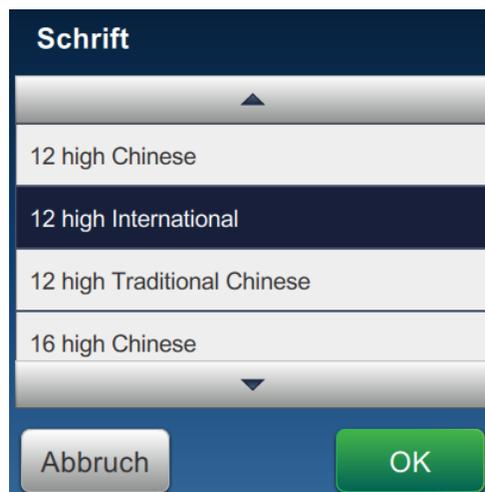

Abbildung 5-20: Bildschirm zur Eingabe der Schriftgröße.
8. Berühren Sie die Schaltfläche *Schrift* und wählen Sie in der Dropdownliste „12 High International“ aus (siehe Abbildung 5-20). Berühren Sie die Schaltfläche  .
20. Berühren Sie die Schaltfläche *Schrift* und wählen Sie in der Dropdownliste „12 High International“ aus (siehe Abbildung 5-20). Berühren Sie die Schaltfläche .
28. Berühren Sie die Schaltfläche *Schrift*, und wählen Sie „12 High International“ aus der Dropdownliste aus (siehe Abbildung 5-20). Berühren Sie die .